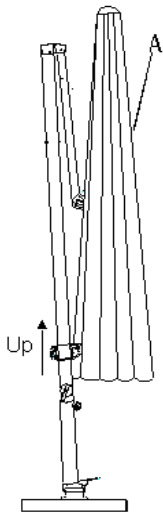

Abb. 4
Den Schirm (A) in das Standrohr (B) einsetzen. Den Schirmbezug auf den Fußhebel der Dreheinrichtung ausrichten und sichern; anschließend das Schirmband lösen. (Abb. 4)